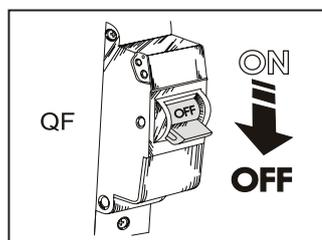

Abb. 18
Alle Service- und Wartungsarbeiten am Ventilator sind nur im spannungslosem Zustand erlaubt, Abb. 18.
1. Schalten Sie die Stromversorgung ab, Abb. 18;